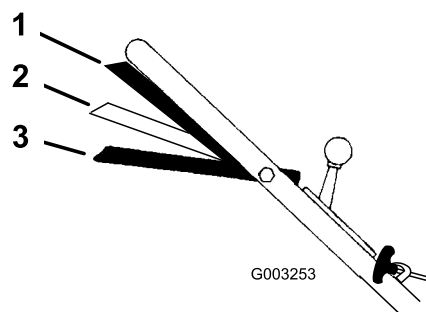

Figura 16
1. Mueva el control de velocidad sobre el terreno a la posición de Punto muerto (N).
3. Apriete la barra de control contra el manillar hasta la posición Marcha/avance (Figura 16).
a la posición Marcha/cambio (Figura 16) para cambiar la velocidad sobre el terreno.